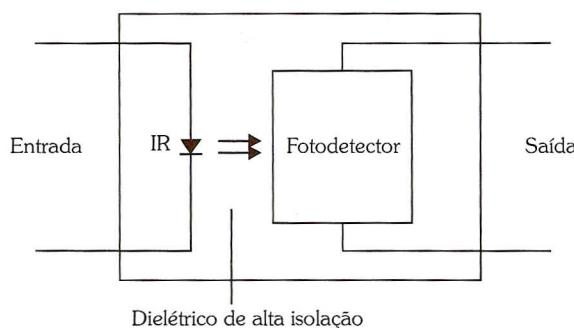

Figura 5.12: Acoplador óptico - aspectos construtivos.
Conforme indicado na Figura 5.12, o acoplador óptico tem na entrada um diodo emissor infravermelho (IR) que, ao ser percorrido por uma corrente elétrica, emite radiação infravermelha através de um meio transparente e de alta isolação elétrica, um fotodetector recebe essa radiação, convertendo-a em sinal elétrico. O extraordinário disso tudo é que não existe nenhuma conexão elétrica entre a entrada e a saída, resultando uma grande resistência de isolação entre saída e entrada, a principal característica desse dispositivo.